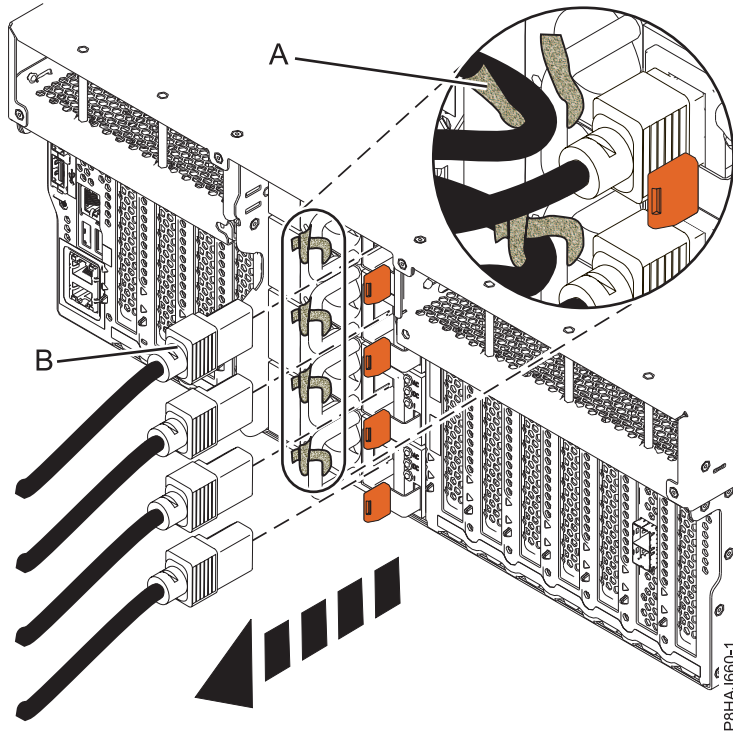
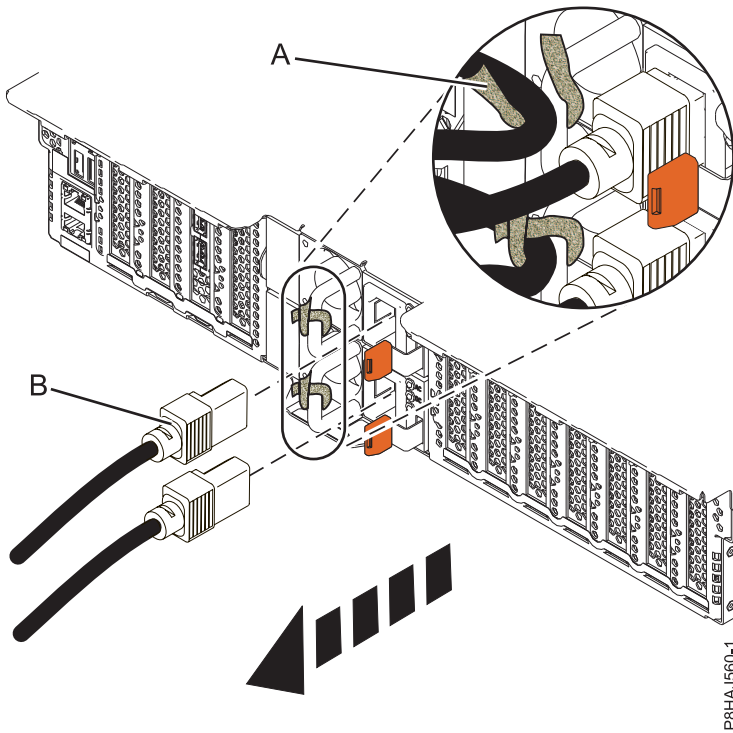
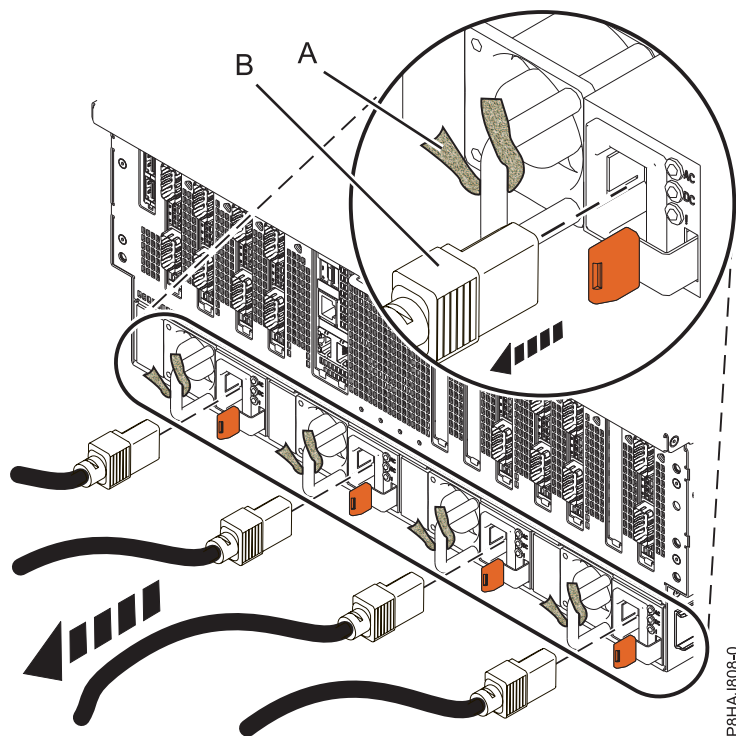

Figura 30. Extracción de los cables de alimentación de un sistema 8247-42L, 8286-41A o 8286-42A
Figura 31. Extracción de los cables de alimentación de un sistema 5148-21L, 5148-22L, 8247-21L, 8247-22L, 8284-21A o 8284-22A
Figura 32. Extracción de los cables de alimentación de un sistema 8408-44E o 8408-E8E
3. Desconecte los cables de alimentación (**B**) de la unidad del sistema. Consulte la Figura 30 en la página 52, la Figura 31 en la página 52 o la Figura 32 en la página 53 según el tipo de sistema.